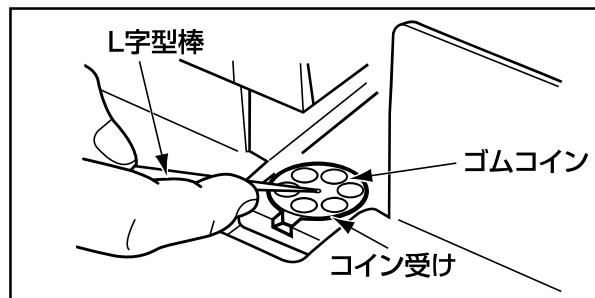

図14
2.付属のL字型棒をゴムコインに軽く刺して持ち上げ、ゴムコインを取り外してください。 **図14 参照**